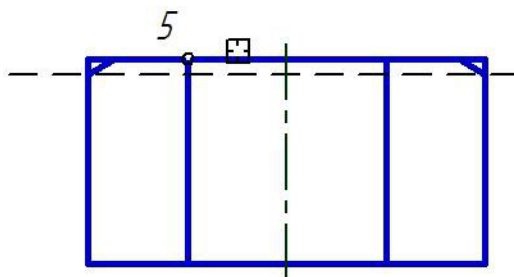

Рис. 1.31. Использование команды «Разбить кривую»
- ➔ Укажите мишенью на проекцию верхнего основания призмы, затем на точку 5 (рис. 1.31).